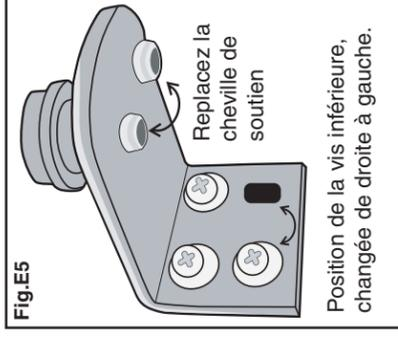

Fig. E5
8. Retirez la cheville de soutien inférieure de la porte et replacez-la sur la cheville inférieure, tel qu'illustré à la Fig. E5.